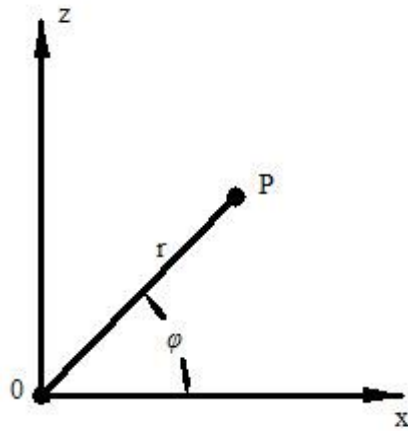
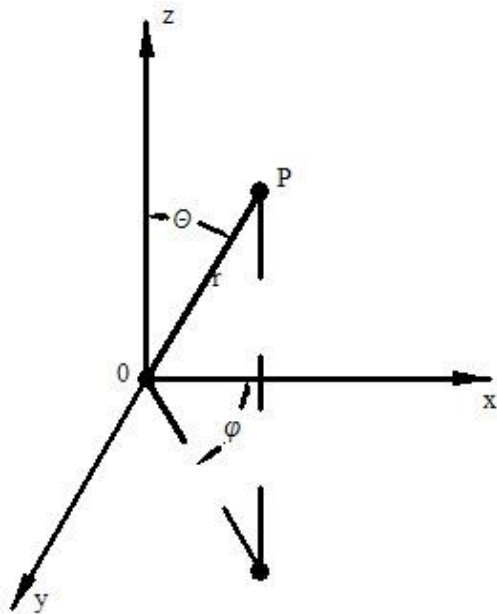

Fig. 1.10. Coordonate polare în plan.
Fig. 1.11. Coordonate sferice.
**Coordonate polare** - în plan sunt formate din distanța  $r$  – raza vectoare – de la un punct fix  $O$  (originea sistemului) până la punctul considerat și unghiul  $\theta$  (unghi polar) pe care îl face raza vectoare cu o dreaptă fixă  $Ox$ , aleasă convențional și care trece prin origine, măsurat în sens trigonometric de la  $Ox$  la raza vectoare – fig. 1.10. În spațiu, coordonatele sunt: raza vectoare  $r$ ; unghiul polar  $\theta$  (longitudine) dintre raza vectoare și dreapta  $Oz$ , măsurat în sens trigonometric de la  $Oz$  la raza vectoare; unghiul  $\varphi$  (latitudine) în planul  $xOy$ , măsurat între proiecția razei vectoare pe acest plan și dreapta  $Ox$ , în sens trigonometric de la  $Ox$  la proiecție. Acest sistem de definire poartă denumirea de sistem de coordonate sferice – fig. 1.11.